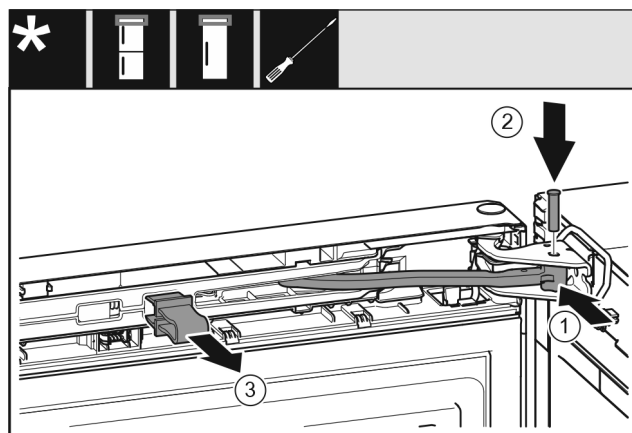

Fig. 31
- ▶ Zavrtite zgibni del Fig. 31 (1) v ležajnem podstavku.
- ▶ Vstavite sornik Fig. 31 (2) v ležajni podstavek in zgibni del. Pri tem pazite, da zaskočni zapah pravilno sedi v utoru.
- ▶ Snemite varovalo Fig. 31 (3).